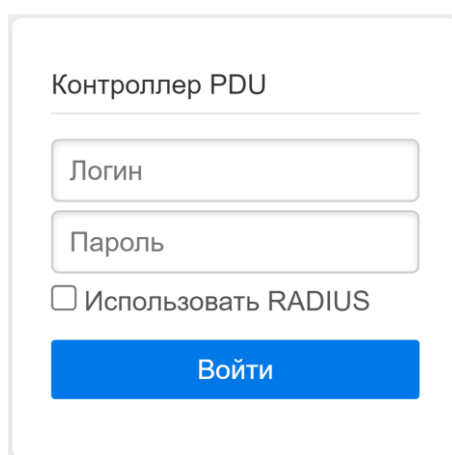

Рис. 4. Форма авторизации
**6.1.3.** Ввести учетную запись (логин) и пароль при подключении к Контроллеру (см. Рис. 4). Логин: **admin**. Пароль (по умолчанию): **12345**